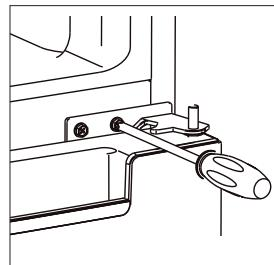
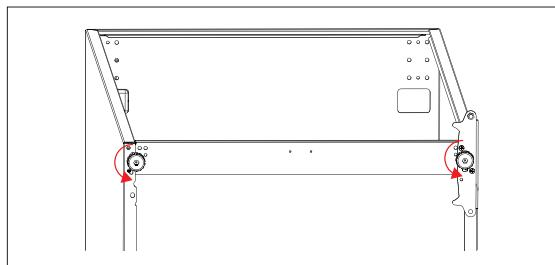

Fig. 8
Fig. 9
- ▶ Enlevez la charnière médiane (6) en dévissant les vis de fixation (fig. 8). Enlevez également les rondelles et mettez-les de côté pour une utilisation ultérieure.
- ▶ Retirez la porte du congélateur (7) en la soulevant depuis la charnière inférieure et posez-la sur le côté de telle manière qu'elle ne puisse pas tomber, sur une surface souple pour éviter les rayures.
- ▶ Enlevez le bouchon d'obturation de la douille de charnière du côté gauche de la porte du congélateur (7) en faisant levier, p. ex. avec un petit tournevis plat. Replacez le bouchon d'obturation dans la douille de charnière du côté droit.
- ▶ Dévissez les pieds de l'appareil (9) dans le sens inverse des aiguilles d'une montre (fig. 9).